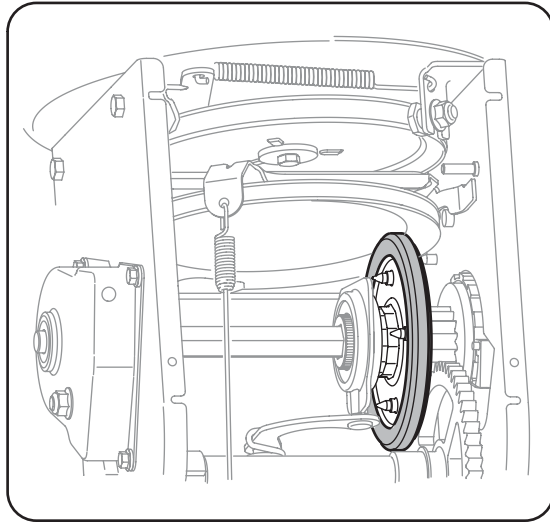

Figure 6-11
3. Examinez soigneusement la roue de freinage pour détecter tout signe d'usure ou de fendillement. Voir la Figure 6-11.